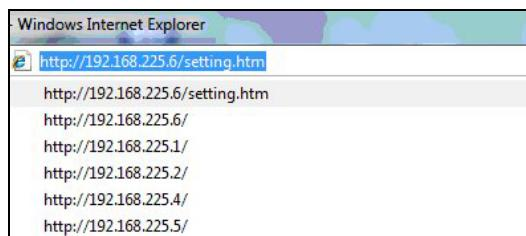

Рис. 8. Журнал обозревателя
В командной строке наберите (или выберите из предложенных) IP – адрес подключенного устройства <http://192.168.225.X> где X заводской номер УДБГ-01СА и нажмите «Enter» (рис. 8).
3.4.2 В случае превышения установленного порога сигнализации, одновременно с включением световой и звуковой сигнализации Комплекта, название и цвет таблицы «Мониторинг» (Рис. 8) изменяется на «Превышение !!!» красным цветом.